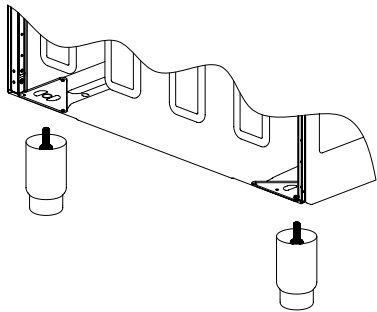
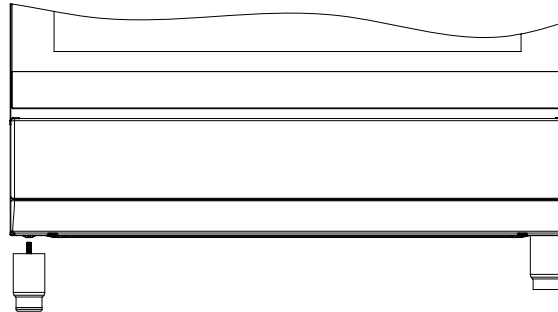

Figura 6
Figura 7
1. Tal como puede verse en la figura 6, la instalación de las patas se realiza desde la parte inferior del horno. Realice la instalación desde determinadas partes del horno girando las patas en el sentido horario (véase figura 7).